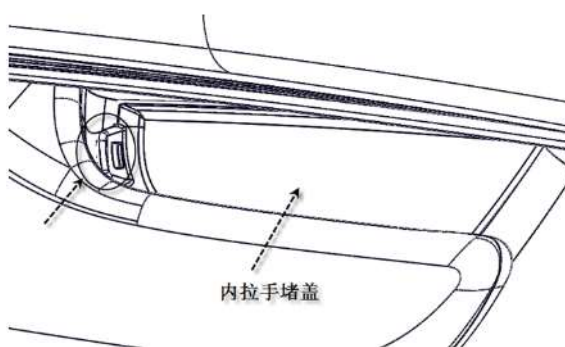

图9-1-2 左后门内拉手堵盖拆卸示意图
- (2) 图9-1-2，用手直接按所示位置将内拉手堵盖取出。